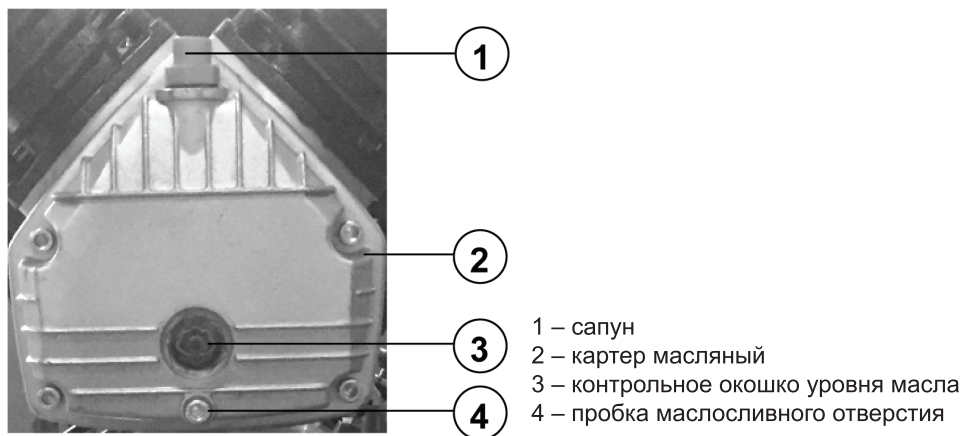

Рис. 11
1. Приоткрыть пробку маслозаливного отверстия (Рис. 11)
2. Подставить под пробку маслозаливного отверстия сборную емкость и открутить пробку маслозаливного отверстия (Рис. 11)